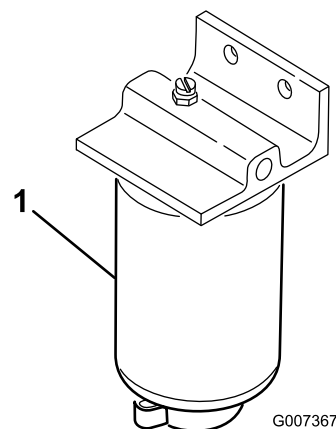

Figura 47
1. Mettete un contenitore pulito sotto il filtro del carburante (Figura 47).
2. Pulite l'area di montaggio del filtro (Figura 47).